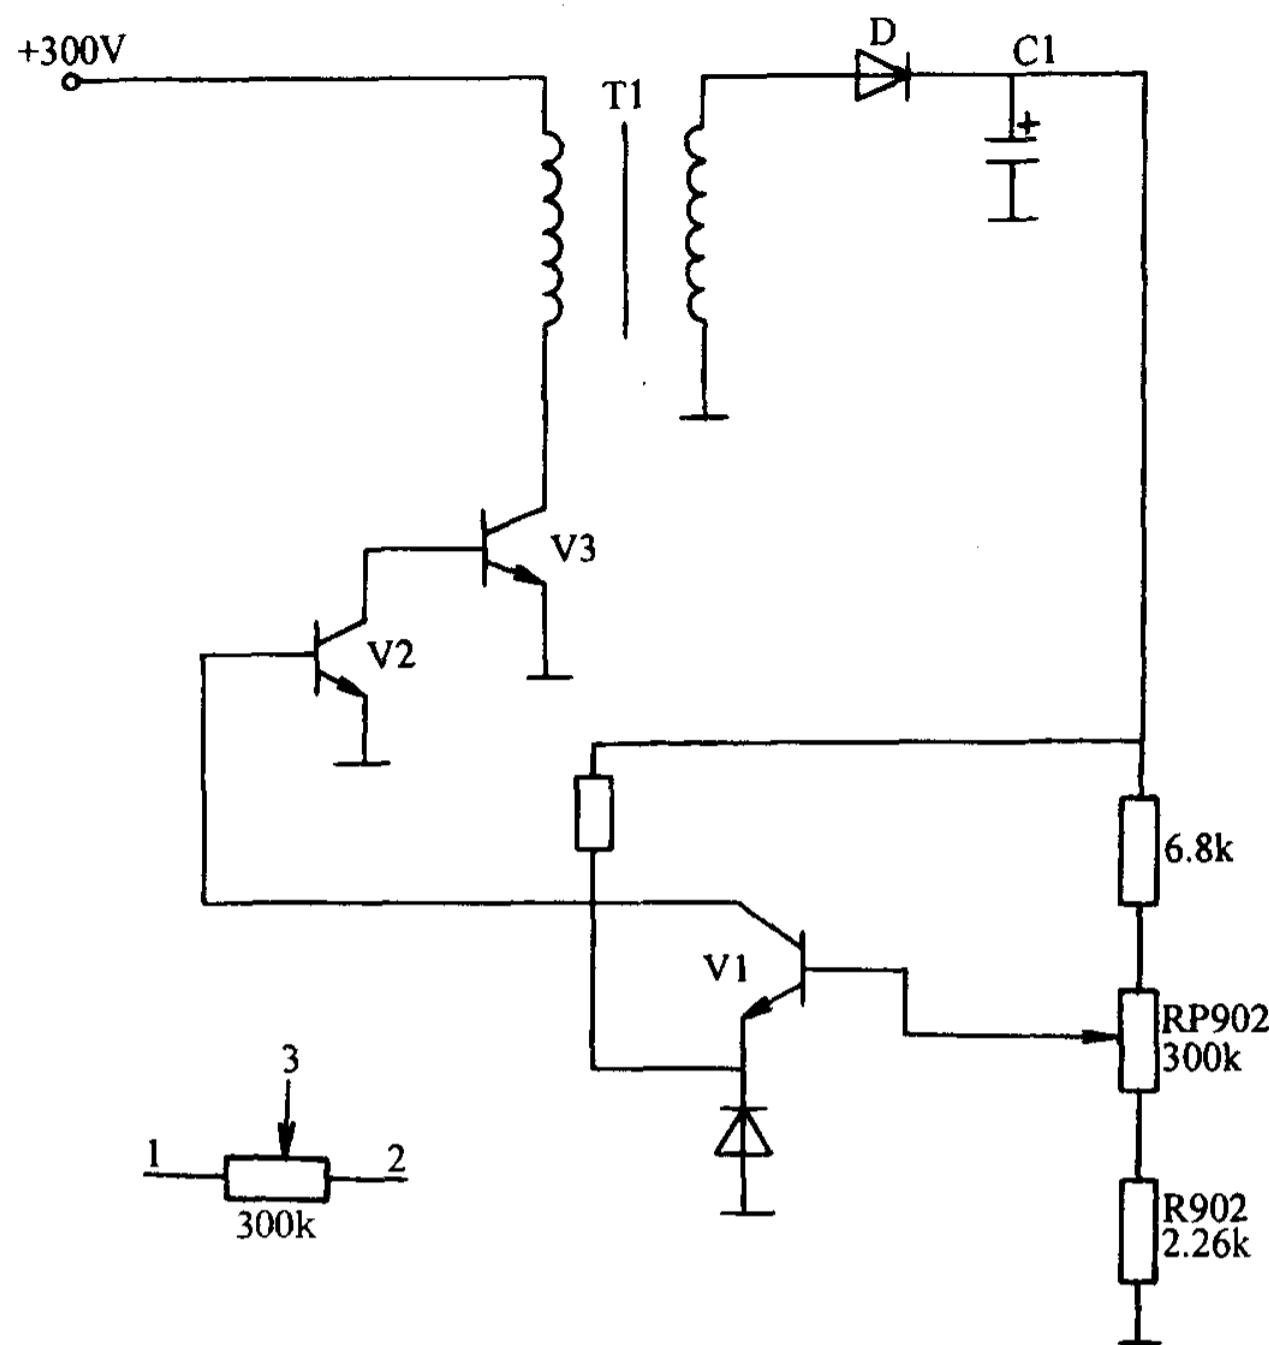

图 1.1.5 电位器在电路中的表现方法
电位器有三个引脚,左右两端的①、②脚为固定端子,中间的③脚为中心抽头也叫可动端子;在电路中的表示方法如图 1.1.5 中的 RP902,表示符号用 PR、W、VR。
电阻器的单位为欧姆。电位器在电路中呈现的阻值有三个：一个是固定端子之间呈现的固定电阻，这个阻值不随中心抽头的移动而变化，其值永远为电位器的标称值，如图 1.1.5 中电阻器标称为  $300\text{k}\Omega$ ，即说明这个电位器两固定引脚之间的电阻值是  $300\text{k}\Omega$ 。一个是中心抽头与固定端子①脚之间的阻值，这个阻值随中心抽头移动的位置决定，当中心抽头移动到最左端子即①脚固定端子时，①脚与中心抽头呈现的电阻值为  $0\Omega$ ；中心抽头向右移动时阻值随着增大，当移动到中间位置时，①脚与中心抽头之间的电阻值为电位器标称阻值的一半。